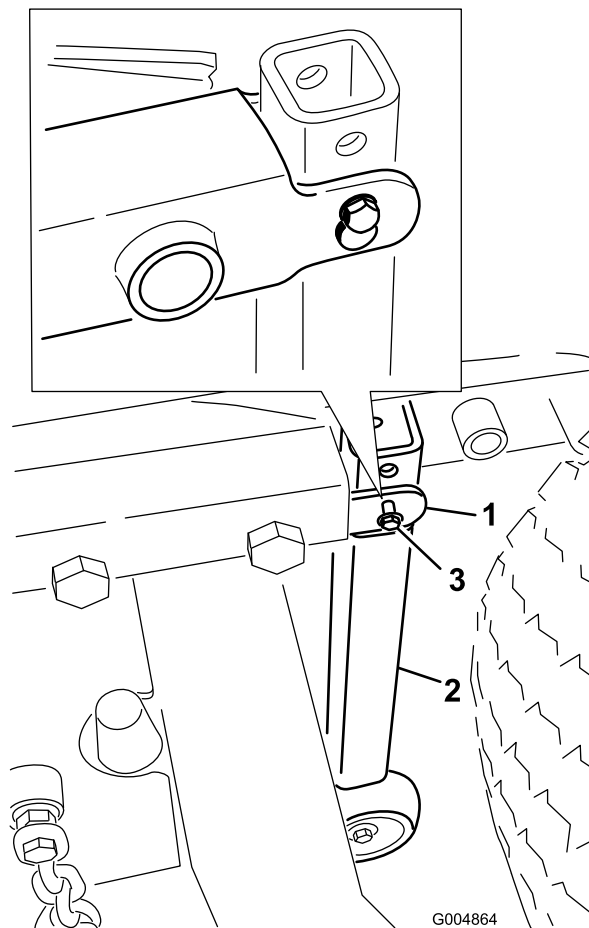
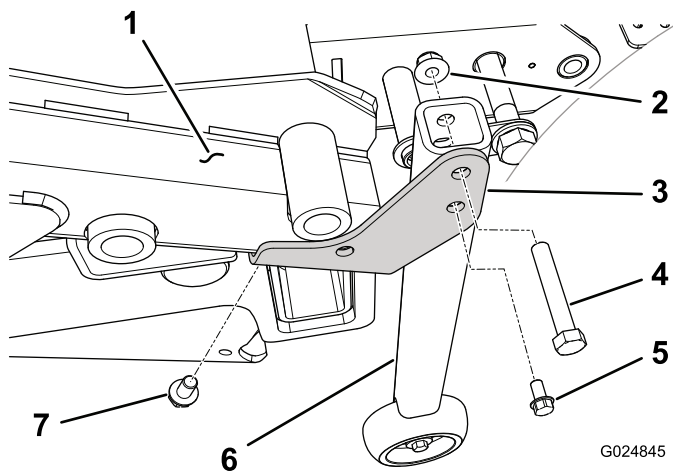

Figura 8
Figura 9
5. Retire las fijaciones que sujetan los tubos de soporte verticales a la parte trasera del bastidor de la carcasa (Figura 8) o a los soportes de conversión (Figura 9). Asimismo, retire los soportes de conversión del bastidor de la carcasa, en su caso.